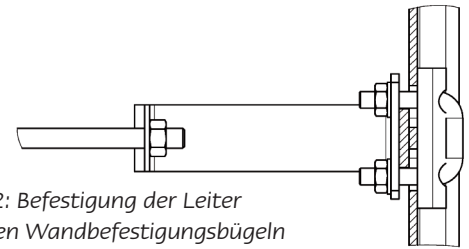

Abb. 2: Befestigung der Leiter mit den Wandbefestigungsbügeln Typ 0544.10/0944.10
Die Wandbefestigungselemente sind mit Hilfe der Bügelschrauben an die Leiter anzuschrauben (Abb. 2 – 4a). Die Wandbefestigungsbügel sind in einem Rasterabstand von 0,14 m bis max. 1,68 m am Bauwerk fluchtgenau anzubringen.
2.2 Mit der Montage des unteren Leiterteiles unter Berücksichtigung der Punkte 1.3, 1.4, 1.7, 2.4, 2.5 und 2.6 beginnen. Die mit den Wandbefestigungsbügeln (Abb. 2 – 4a) versehene Leiter an der vorgesehenen Stelle lotrecht mit den Abrutschsicherungen nach oben an der Wand anhalten. **Achtung:** Wird eine Wandbefestigung 0544.14/0944.14 direkt unter einer Sprosse angebracht, wird die Wandbefestigung umgedreht montiert (Abb. 4). Bohrungen markieren.